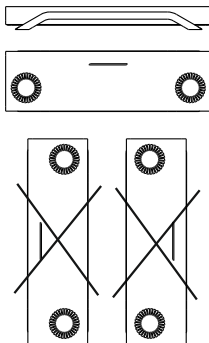

Fig. 1
- 6.3. La figura "Fig. 1" mostra le posizioni operative consentite del dispositivo.